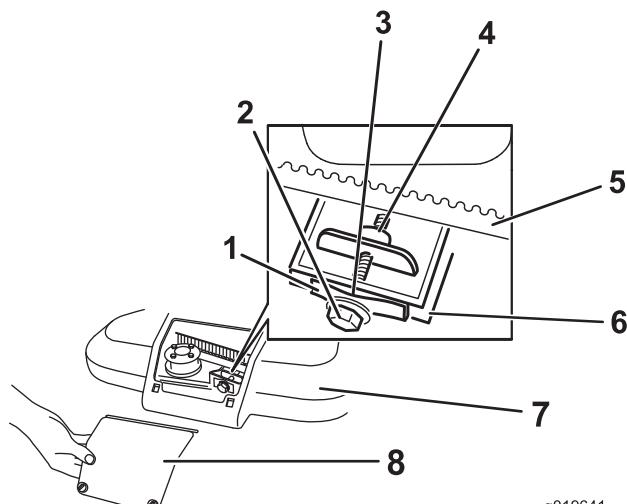

Figure 32
- Desserrez les 2 vis sur le panneau d'accès au couvercle de courroie et déposez le panneau (Figure 32).
Remarque: Si un espace est visible entre la jauge et le ressort, serrez le boulon et l'écrou de réglage jusqu'à ce que la jauge épaisseur puisse à peine passer dans l'espace (Figure 32).